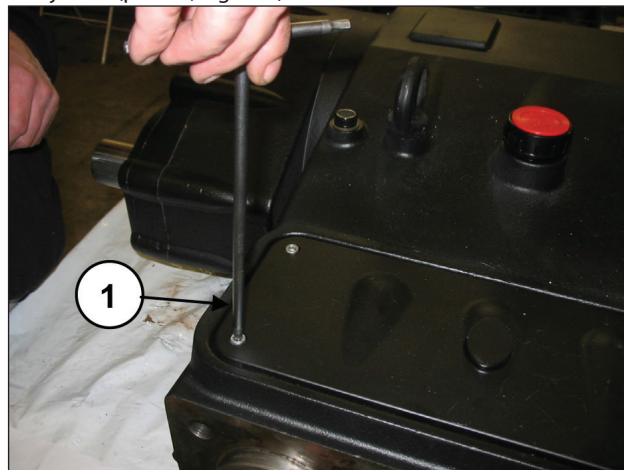

Fig. 157
Quitar la tapa de inspección superior aflojando los 4 tornillos de fijación (pos. ①, Fig. 157).